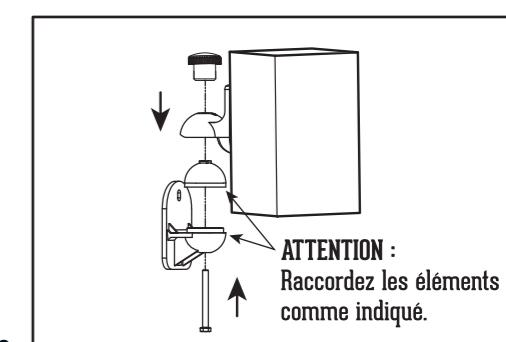

Figure 3.2
Étape 3.2 Installez le haut-parleur sur le support mural. Voir la figure 3.2 ci-contre.